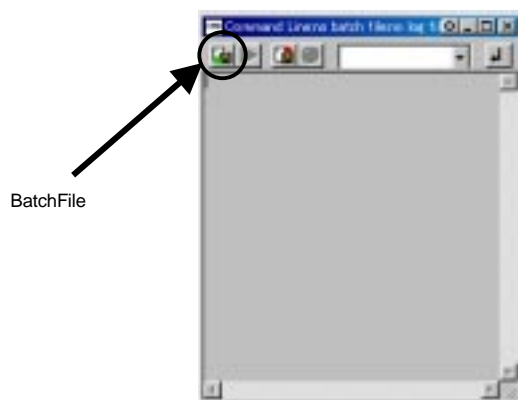

図 3.7 コマンドライン入力
- メニューバーのView CommandLineを選択し、ウインドを開き（図3.7参照）、左上のBatchFileボタンをクリックし、SH7705フォルダ内の7705E10A.hdcを指定してください。この操作によりBSCが設定され、SDRAMへのアクセスが可能となります。また、プログラムカウンタ（PC）の設定を行っています。値を変更する必要があるときは7705E10A.hdcを変更してください。